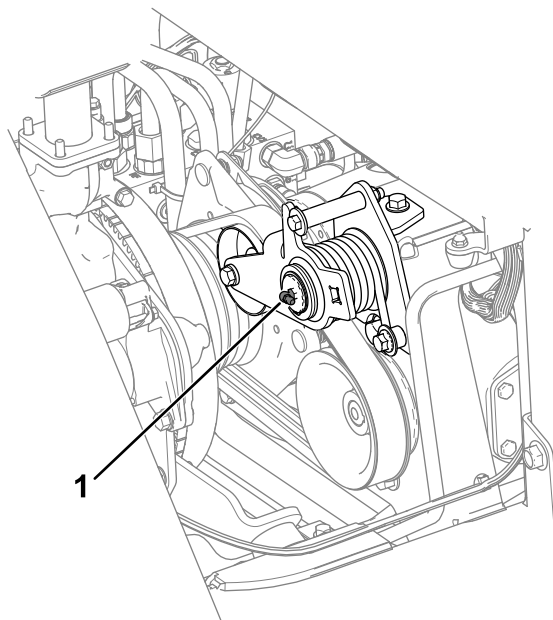

Figure 45
- Bras de poulie de tension (Figure 45)